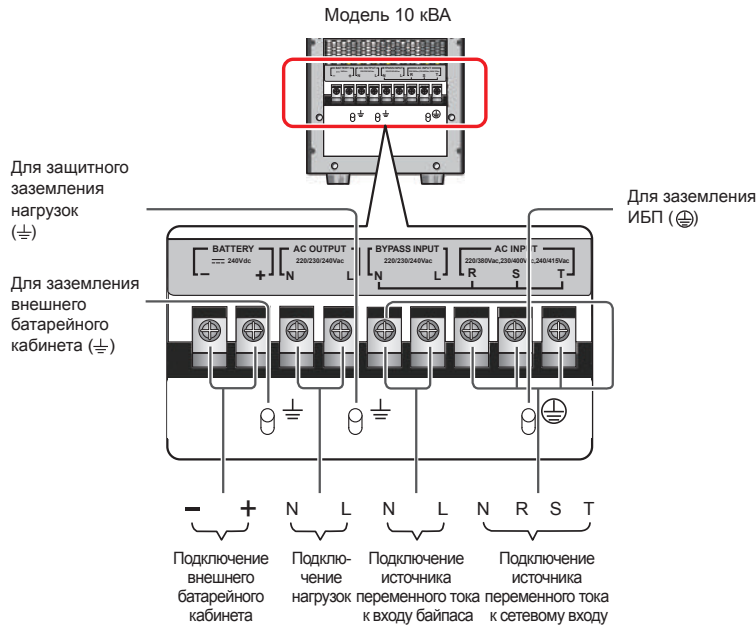

Рис. 6-15. Схема подключения в одиночного ИБП 10 кВА в конфигурации с двумя входами
- 3) Подключите кабели электросети переменного тока, нагрузок, выхода ИБП и внешнего батарейного кабинета к соответствующим зажимам ИБП (см. *Рис. 6-15 и 6-16*).